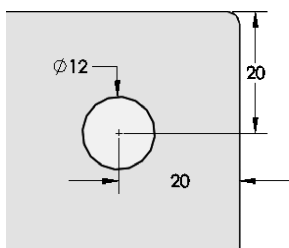

图 14-24 绘制草图并标注尺寸 2
8) 单击特征实体的右表面,使其成为草图绘制平面。单击【标准视图】工具栏中的 (正视于) 按钮,并单击【草图】工具栏中的 (草图绘制) 按钮,进入草图绘制状态。使用【草图】工具栏中的 (圆弧)、 (智能尺寸) 工具,绘制如图 14-24 所示的草图。单击 (退出草图) 按钮,退出草图绘制状态。